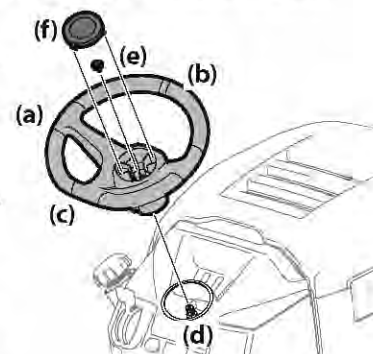

Figura 14
1. Con las ruedas del tractor apuntando recto hacia adelante, alinee el volante (a) usando la línea central (b) de la parte delantera del volante (a) que apunta hacia adelante y la sección plana (c) del volante (a) orientada hacia el asiento, coloque el volante (a) sobre el árbol de la dirección (d). Consulte la Figura 14.